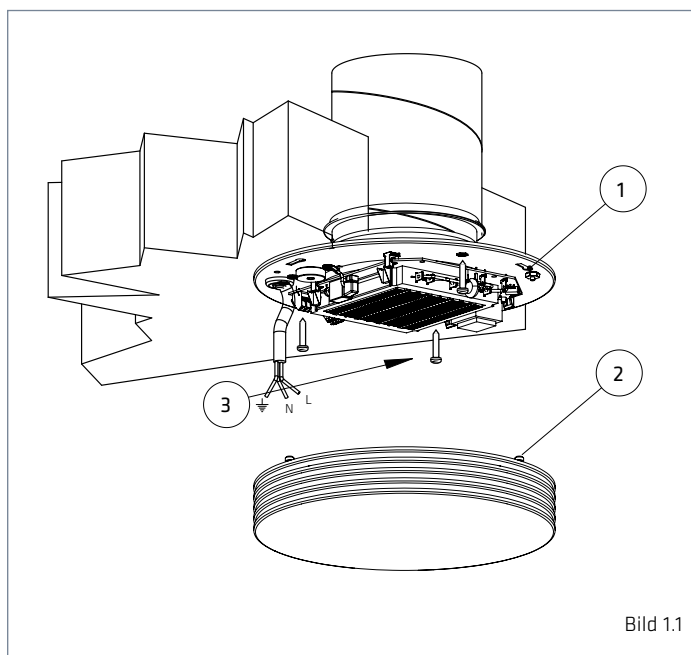

Bild 1.1
2. Anordningens minimiavstånd från väggen ska vara 0,5 meter (se bild 1.1). Anordningen ska monteras på minst 1,8 meters höjd. Barn får inte ha tillgång till anordningen.
3. Lösgör gallret (2) från stommen. Lösgör de tre fästsruvarna (3) och dra loss gallret från stommen (1).